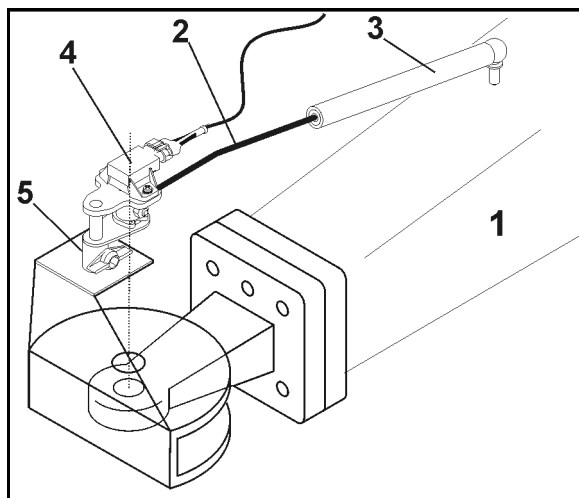

Bild 36
AutoTrail-släpstyrningen, för automatisk, praktiskt taget spårföljande släpstyrning, registrerar vinkelläget hos dragstången (Bild 36/1) i förhållande till traktorns körriktning.
1. Stick in vinkelstången (Bild 36/2) i plasthylsan (Bild 36/3).
2. Stick in vinkelgivaren (Bild 36/4) i mottagaranordningen (Bild 36/5).